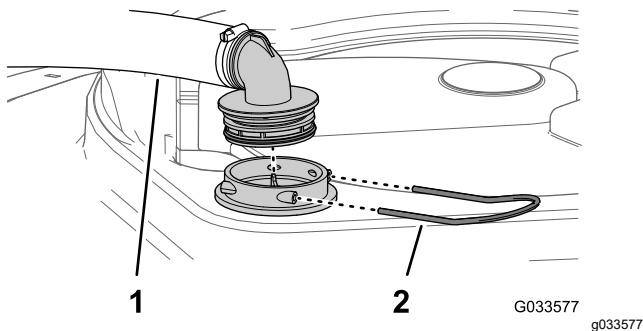

図 54
2. タンク上部で、フィルタハウジングからの太いホースについているフィッティングを固定しているリテーナを外す 図 54。
3. フィルタハウジングからホースとフィッティングを取り外す 図 54。